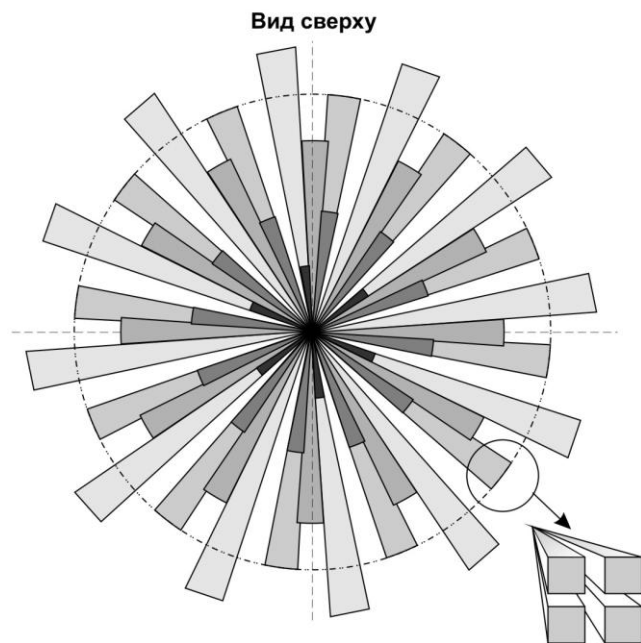

Рисунок 2
**2.1** Принцип действия основан на регистрации изменений потока теплового излучения, возникающих при пересечении человеком зоны обнаружения, которая состоит из чувствительных зон. Каждая чувствительная зона состоит из четырех элементарных чувствительных зон (рисунок 2).